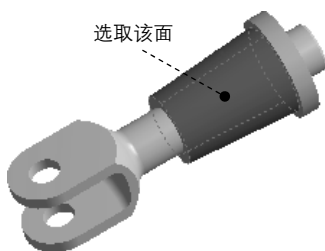
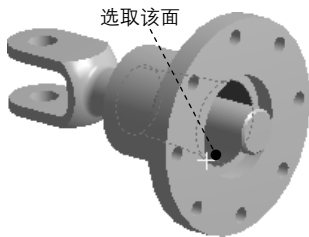

图 7.10.3 选取接触面
图 7.10.4 选取目标面
(1) 选择命令。在“Outline”窗口中选择  Connections 节点下的  Contacts 并右击，在弹出的快捷菜单中选择 Insert ►  Manual Contact Region 命令，弹出定义接触参数对话框。
(2) 选取接触面和目标面。在图形区选取图 7.10.3 所示的模型表面为接触面对象，然后选取图 7.10.4 所示的模型表面为目标面对象。
(3) 定义接触属性。在定义接触参数对话框的 **Definition** 区域的 **Type** 下拉列表中选择 **Rough** 选项, 在 **Advanced** 区域的 **Offset** 文本框中输入数值 0.15, 完成接触定义。